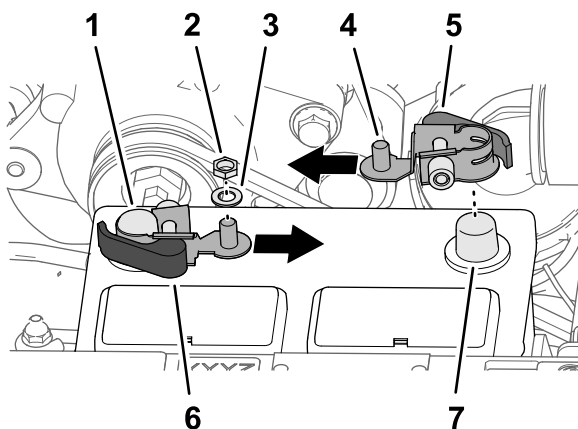

Figure 206
1. Retirez les écrous hexagonaux et les rondelles des colliers de connexion rapide à poignée rouge et noire (Figure 206).
- Assemblez le collier de connexion rapide sur la borne négative de la batterie, en dirigeant le tenon fileté du collier vers le centre de la batterie, comme montré à la Figure 206.